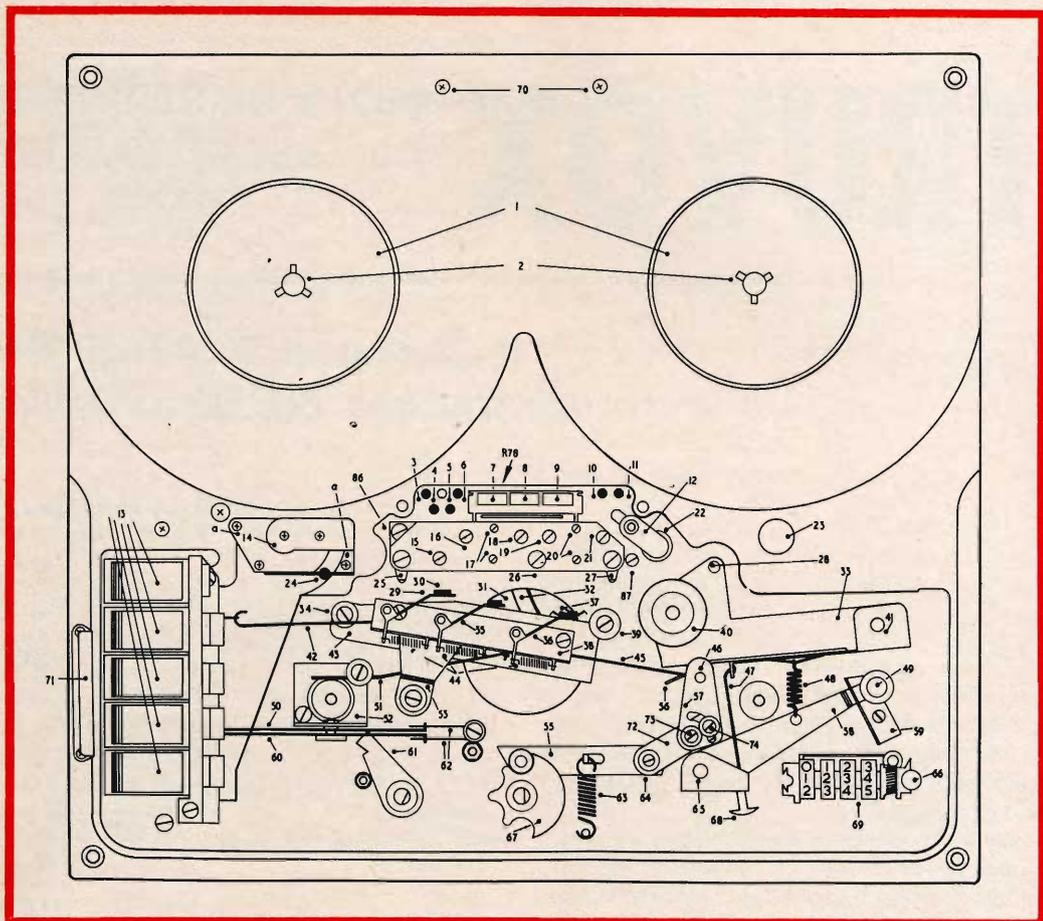
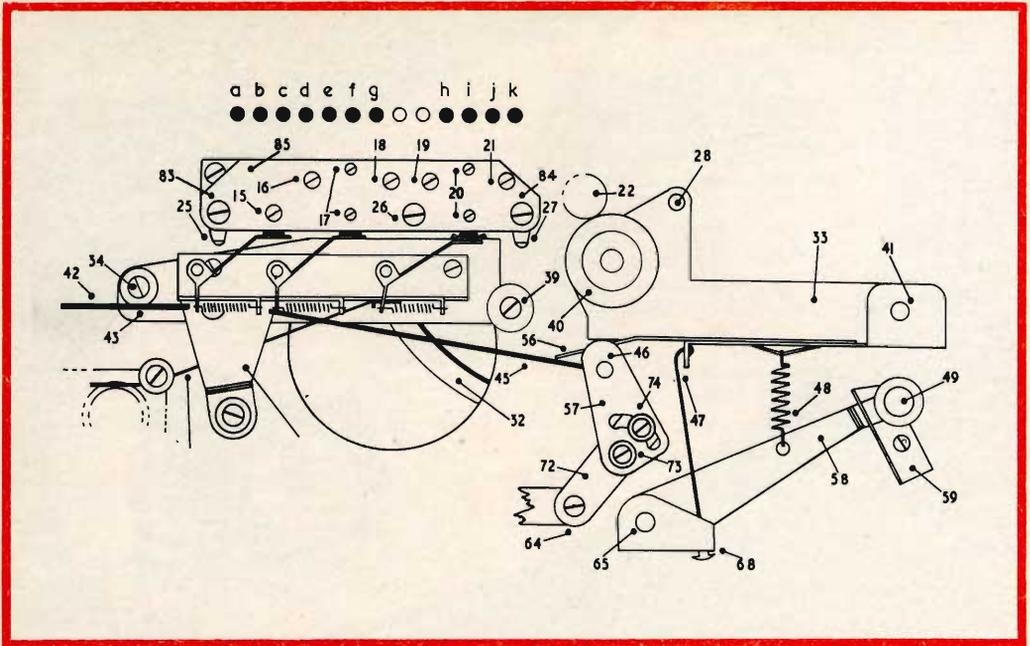

Fig. 1 - Vista superiore delle parti meccaniche della piastra Truvox.
Fig. 2 - Particolare di montaggio dei feltrini pressori.
È necessario pulire la coppia di rulli di trascinamento e di appoggio del nastro (parti 22 e 40 di fig. 1) usando dell'alcol denaturato perchè la benzina rettificata rovinerebbe la parte in gomma del rullo di trascinamento.
Ciascuno dei due coperchi in materia plastica è connesso alla piastra mediante 2 viti. Occorre togliere anche le manopole del cambio di velocità (SPEED SELECTOR) e del commutatore di registrazione/ascolto (RECORD/PLAY) per accedere alla piastra meccanica come illustrato in fig. 1.
**ATTENZIONE A NON AGGANCIARE LA LEVA PER L'ARRESTO AUTOMATICO** (parte 24 di fig. 1) **ALL'INTERNO DEL COPERCHIO DI PLASTICA QUANDO SI RICOLLOCA IL COPERCHIO GRANDE.**
Se si osserva lo schema elettrico del circuito si vede come i collegamenti tra le tre testine ed i relativi punti del circuito siano diretti, senza commutazioni. Le fig. 2, 4 e 5 e lo schema elettrico del circuito mostrano che vi sono talune differenze circuitali per adattare le singole testine, nondimeno la disposizione meccanica di montaggio e le regolazioni sono identiche per tutti i modelli. Le tre testine sono montate sulla piastra 85 di fig. 2, 4 e 5. La testine di cancellazione 76 è fissata rigidamente alla piastra 85 mentre l'altezza delle testine di registrazione 78 e di riproduzione 81 rispetto alla posizione della testina di cancellazione è regolata dalle viti 17 e 20. Que-
Il circuito delle singole testine è facilmente controllabile perché non vi sono commutazioni (a parte la commutazione di traccia sull'R 104) per cui i cavi schermati di collegamento saranno provati con un ohmetro per verificarne la continuità e la presenza di corti circuiti. Prima di effettuare questa prova occorre scollegare i fili uscenti delle testine facenti capo ai piedini 4,5 e 11 di fig. 1 nel caso dell'R 102/R 104 e ai piedini da « a » e « k » di fig. 2 nel caso del PD 102/PD 104.
Togliere le viti 15 (fig. 1 e 5) che può essere riavvitata, per non smarrirla, alla base della testina. Applicare la nuova testina e verificare ch'essa cancelli per tutta la larghezza della traccia.